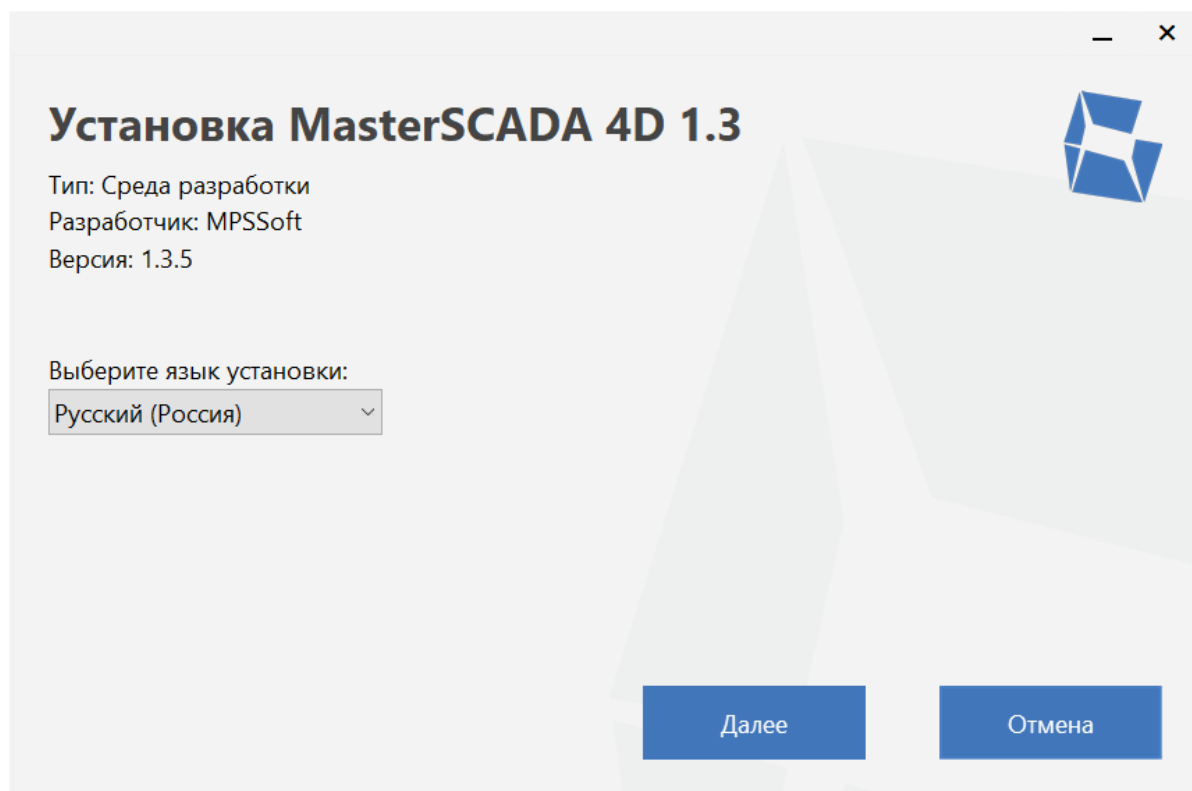

Рисунок 3 – Окно мастера установки
2.3.1.1 Дистрибутив среды разработки доступен для скачивания на сайте uzola.ru. При запуске MasterSCADA4D.exe открывается начальный диалог мастера установки (см. рисунок 3). В диалоге выбирается локализация продукта (поддерживаются русский и английский языки).